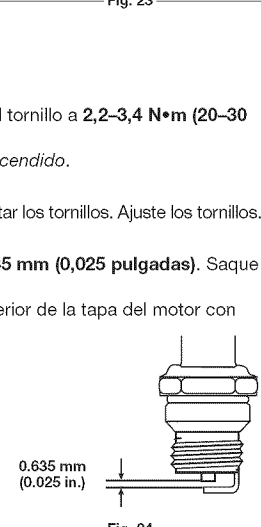

Fig. 24
4. Cambie las bujías que estén rajadas, sucias o deterioradas. Fije la separación de aire a **0,635 mm (0,025 pulgadas)** utilizando un calibrador (Fig. 24).